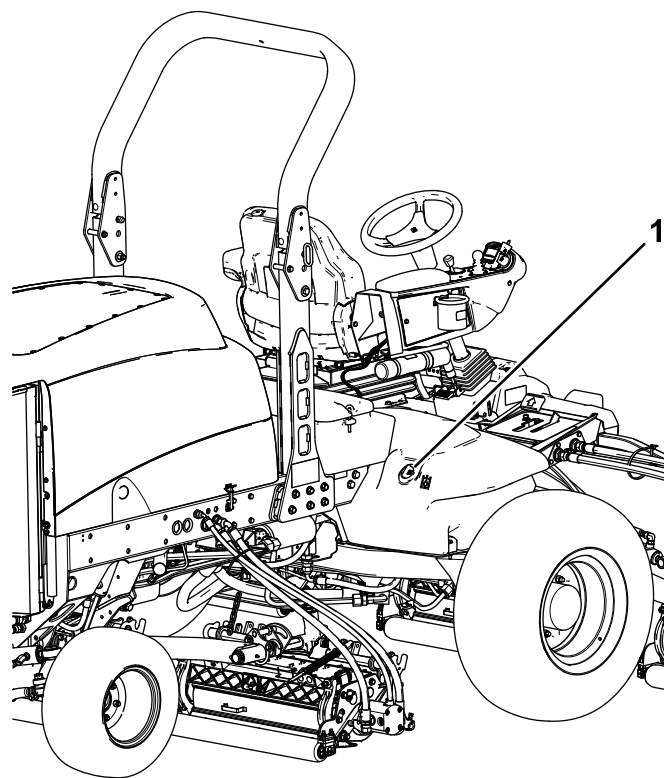

Figure 119
2. Nettoyez la surface autour du goulot et du bouchon de remplissage du réservoir hydraulique (Figure 119).